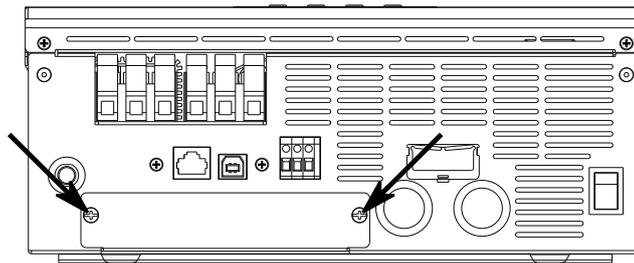

Figure 9 : Dévisser les vis à panneaux parallèles.
1. Avant de pouvoir installer le kit, dévisser les deux vis illustrées à la Fig. 9. Veillez à conserver les vis.
4. Remplacez la carte parallèle dans l'onduleur à l'endroit où la carte factice a été installée précédemment. Vissez-le en place avec les vis retirées de la Fig. 9.
Veillez à ce que la distance minimale aux murs et autres objets soit respectée. De même, lors de l'installation de plusieurs onduleurs, assurez-vous que la distance minimale entre chaque onduleur est d'au moins 20 cm sur le côté et que les onduleurs sont montés sur une ligne horizontale. De plus, aucun objet ne doit se trouver à moins de 50 cm au-dessus ou au-dessous de l'onduleur, comme indiqué à la Fig. 9, afin d'assurer une ventilation adéquate.